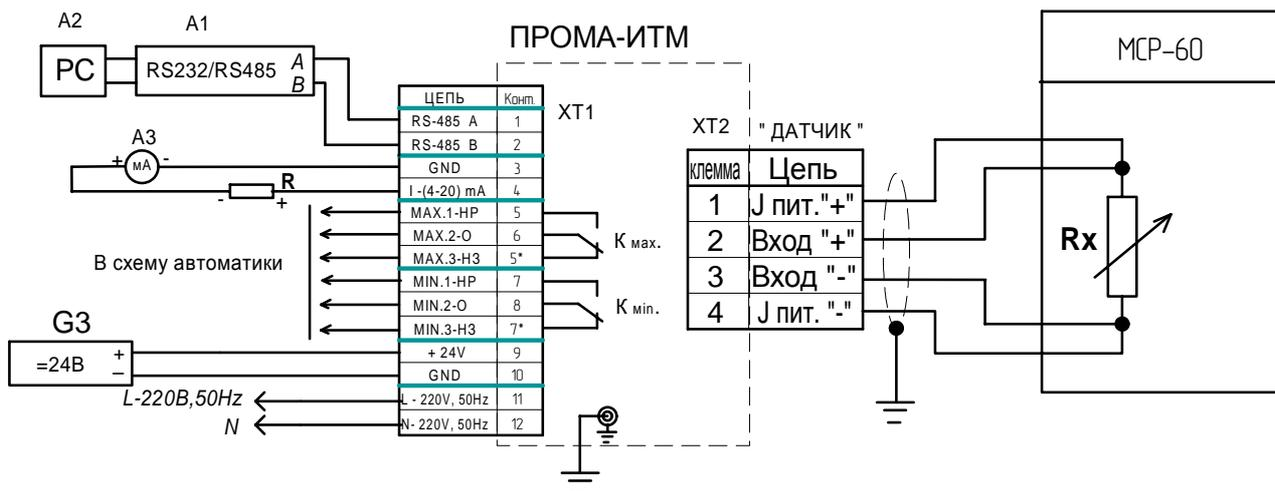
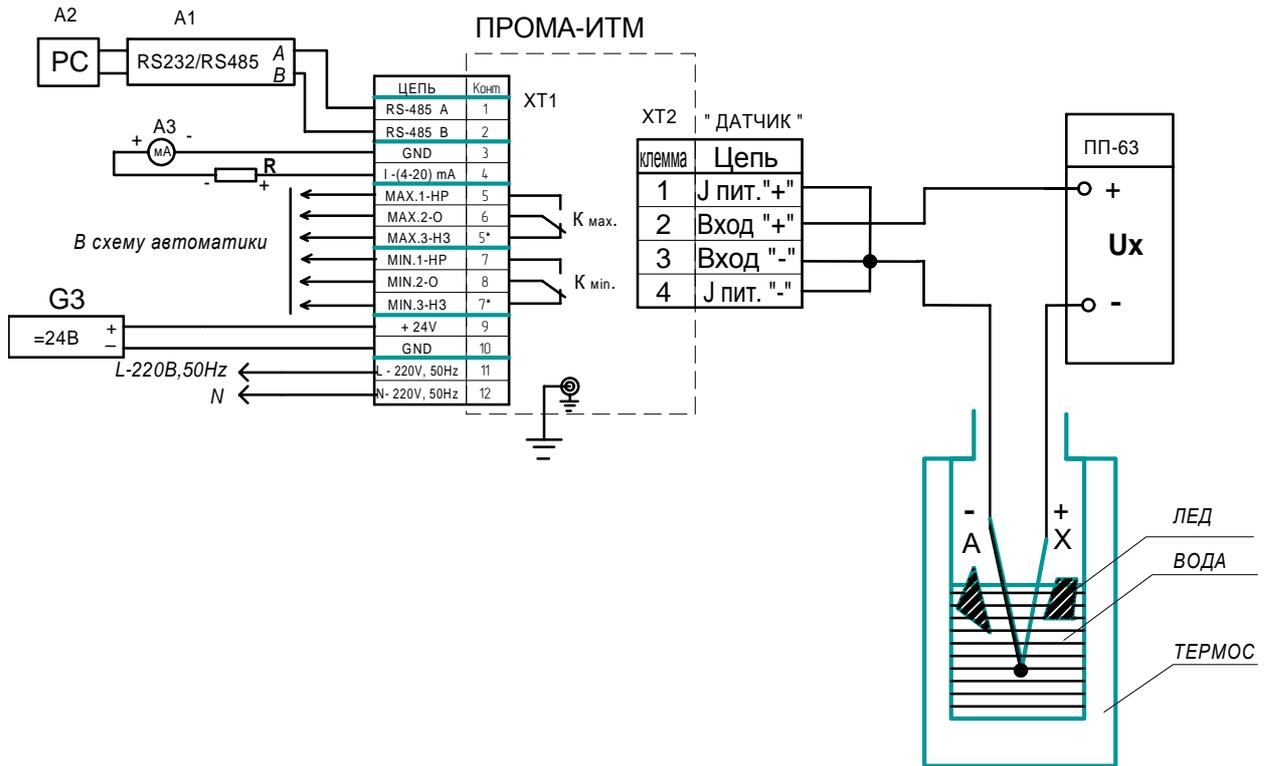
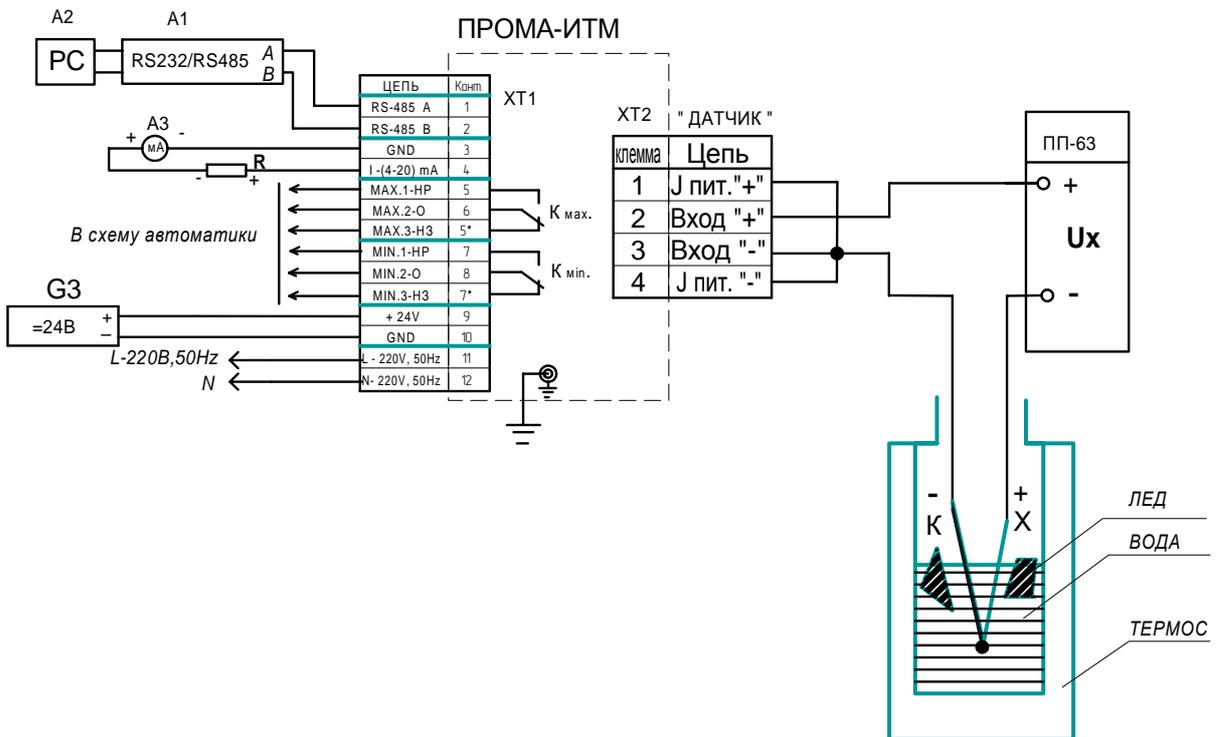

Рис.4. Схема поверки градуировки с термопреобразователем сопротивления.
Рис.5. Схема поверки градуировки с термопарой типа ХА (К).
Рис.6. Схема поверки градуировки с термопарой типа ХК (L).
Для опробования собрать схему согласно рис.4(вариант с термометром сопротивления) или рис.5(б) вариант с термопарой.
Для определения погрешности измерения измерителей подключить к его входу вместо датчика магистром сопротивлений в соответствии со схемой подключения рис.4 по 4-х проводной схеме, сопротивления проводов которой должно быть не более 50 Ом. Последовательно устанавливая на магистром значения сопротивлений по ГОСТ 6651-94, соответствующие температурам в контрольных точках выбранного диапазона и НСХ - указанных в таблицах 6 для датчиков ТСМ и в таблицах 7 для датчиков ТСП - зафиксировать показания цифрового индикатора и выходного токового сигнала по миллиамперметру для каждой контрольной точки.
для определения погрешности измерения приборов ПРОМА-ИТМ подключить к его входу вместо датчика потенциометр в соответствии со схемой подключения рис.5 или рис.6. Подготовить сосуд Дюара (термос), заполнив его на 1/2 дистиллированной водой и льдом – льдинки должны плавать в воде. В термосе обеспечивается равновесная температура 0 °С. Поместить в термос термопару градуировки ХА (К) или ХК (L) с открытым спаем (опорный спай) - тип спая должен соответствовать градуировке используемой при эксплуатации термопары. Последовательно задавая на потенциометре величины термоЭ.Д.С. по ГОСТ Р 8.585-2001, соответствующие заданным температурам по таблице 8 для НСХ градуировки ХК или по таблице 9 для НСХ градуировки ХА - зафиксировать показания цифрового индикатора и выходного токового сигнала по миллиамперметру для каждой контрольной точки.